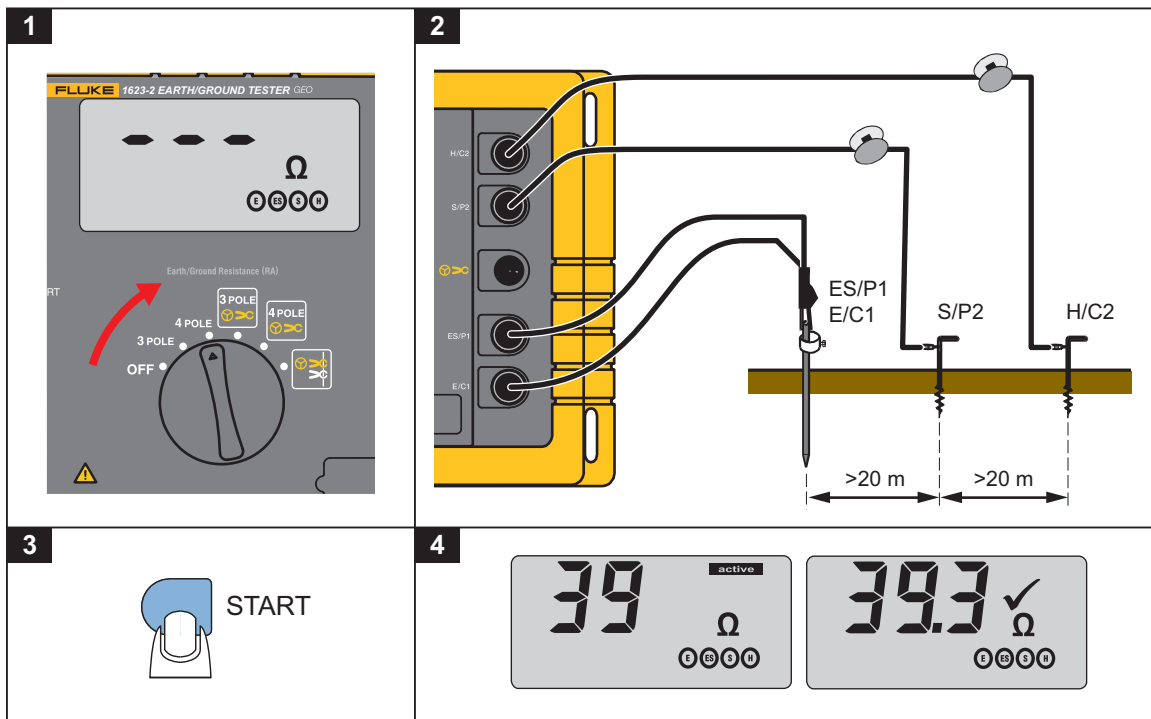

Abbildung 5. R_A 4-polige Messungen
1. Die Funktion **4 POLE** (4-polig) auswählen. Siehe Abbildung 5.